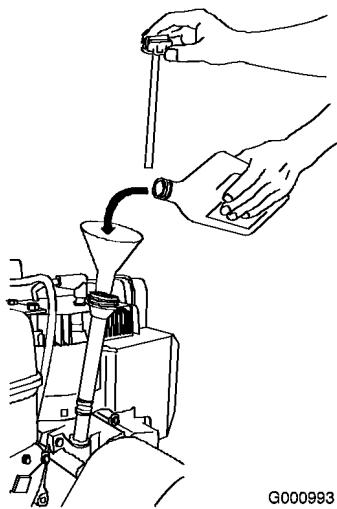

Figura 34
- Rimuovete l'asta e controllate il livello dell'olio (Figura 34). Se l'olio non raggiunge la tacca Add, occorre rabboccare. Fate riferimento a Rabbocco dell'olio motore.